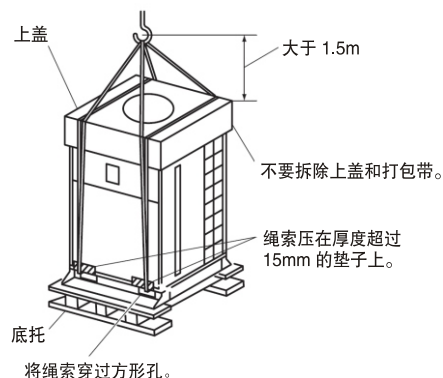

图3.1 吊装
(1) 严禁拆除外包装
(2) 如图3.1所示，用四根绳索吊带包装的室外机。